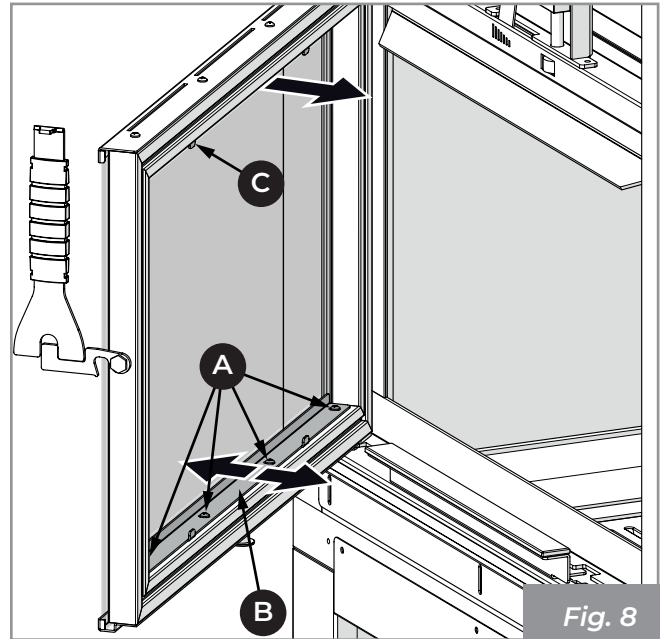

Fig. 8
Los Ecomonoblocco Palazzetti están equipados con dos láminas (E y F) (Fig. 8) que permiten regular el flujo de aire para la limpieza del vidrio.
- 2) Aflojar los tornillos (A) y regular el aire de limpieza del vidrio inferior (B). Proceder del mismo modo para el aire de limpieza del vidrio superior (C) (Fig. 8).